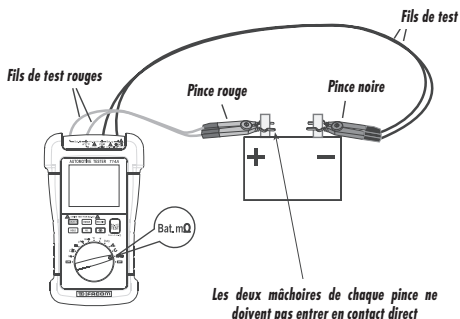

figure 8
2. Voir Figure 8, introduisez les deux fils de test rouges dans les deux bornes "Bat." et les deux fils de test noirs dans les deux bornes "Bat.".
- Appliquez la pince rouge sur la borne positive de la batterie et la pince noire sur la borne négative (Figure 8).
Note : Pour obtenir une mesure précise, les mâchoires des pinces ne doivent pas entrer en contact direct (Figure 8).